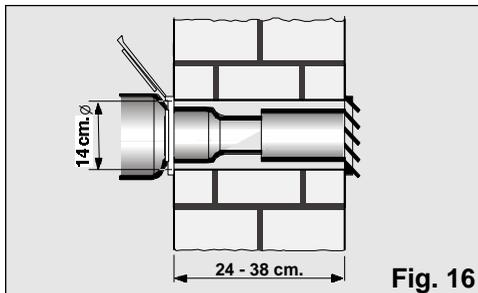

Fig. 16
- Om de warme lucht af te voeren via de muur moet u een opening in de muur met een doorsnede van 14 cm maken voor het plaatsen van de muurschuif, **Fig. 16**.